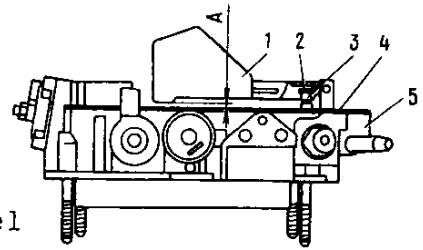

Fig. 78. Registrazione del livello carburante nel carburatore "Solex":
1. Il livello del carburante nel carburatore viene verificato soltanto presso la stazione di servizio misurando la distanza "A" (fig. 78) che dipende dal tipo del galleggiante. Il gioco viene registrato piegando la linguetta 2.